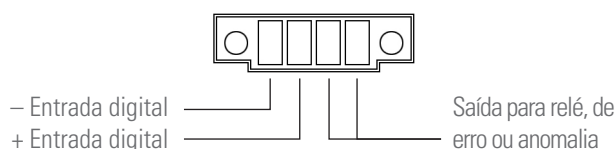

Fig. 15. Conector Entrada digital-Saída para relé.
- O equipamento dispõe de um conector de quatro terminais para uma entrada digital e uma saída para relé (ver Fig. 15).
- Contacto relé de erro ou anomalia. Qualquer erro ou anomalia, como os descritos na Tabela 13, modifica o estado do contacto normalmente aberto (NO) de 24 V CC 1 A. (ATENÇÃO à tensão e corrente aplicada).